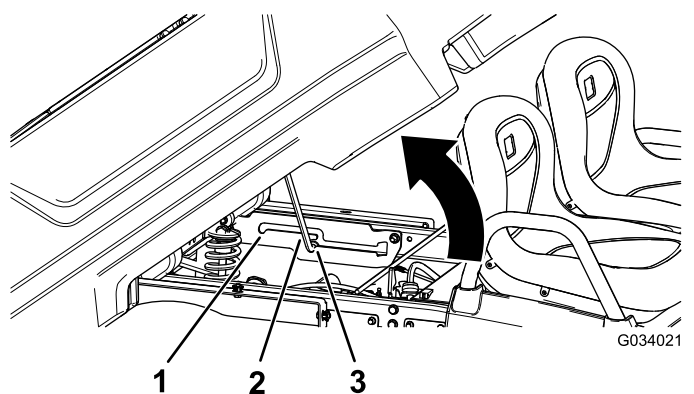

Figura 12
2. Tirate l'asta di supporto nella fessura di arresto della posizione di scarico per ancorare il pianale per lo scarico (Figura 12).
2. Tirate l'asta di supporto nella fessura di arresto della posizione di assistenza per ancorare il pianale per la manutenzione (Figura 12).
2. Estraete l'asta di supporto dalla fessura di arresto (Figura 12).